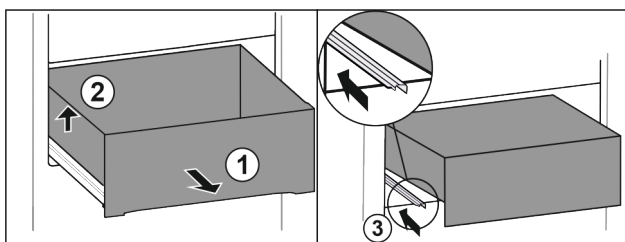

Fig. 14
- ▶ Изтеглете чекмеджето напълно Fig. 14 (1).
- ▶ Повдигнете чекмеджето отляво Fig. 14 (2).
- ▶ Вкарайте лявата релса Fig. 14 (3).